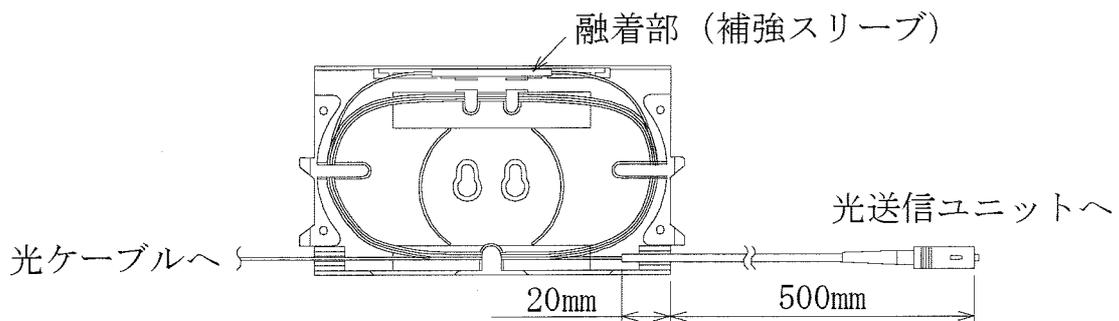

図 18 光ファイバーの加工寸法とトレイへの収納
- 7.5.3 引き込んだ光ファイバーテープ心線を分離し、付属のコネクター付き光ファイバーコードを融着します。光ファイバーコードの加工寸法は図 18 参照してください。